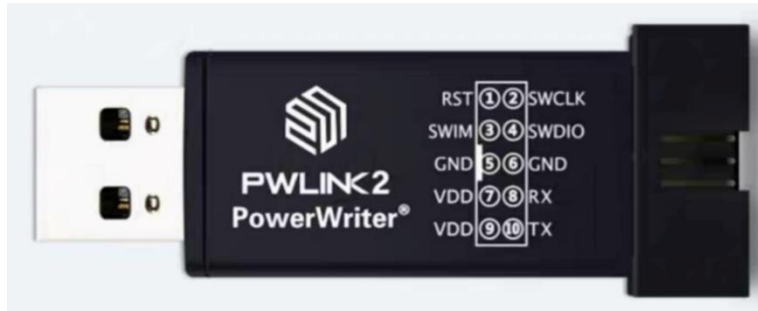

图 3-8 PW-LINK 实物图
(1) 将仿真器一端通过 USB 与 PC 相连，另一端通过 SWD 与 MCU 相连，如图 3-8